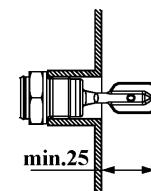

Рисунок 9
2.4.4 При установке в емкости и трубопроводы лопатки **СУ** должны полностью выступать внутрь и ориентироваться вертикально (см. рис. 9). Также следует учитывать возможность